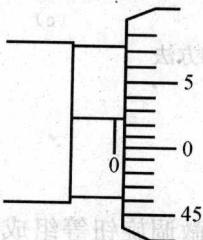
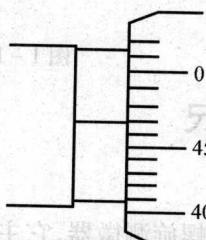

图 1-13 零误差为正误差
图 1-14 零误差为负误差
(1) 千分尺的精度。千分尺是利用直线距离转化为角位移的原理制成的。主尺上的固定刻度的最小分度值为0.5mm,螺旋尺即可动刻度共有50个分度,当可动刻度尺旋转一周时,它在主尺上前进或后退一个刻度0.5mm,则可动刻度每转过一个分格时,可动小砧前进或后退0.01mm,所以它测量的长度可达到精度为0.01mm。
(2) 千分尺的使用及读数方法。将待测物放在两小砧之间,然后用旋钮将被测物紧固,再用微调旋钮调整,直至发出三响“嘀嗒”声后读数。先读固定主尺读数,要读出整毫米刻度,注意有无半毫米刻度出现,再读出固定刻度上的水平线对应的可动刻度尺上的读数(要有估读数据),将此数乘以0.01后与固定刻度上的读数相加即得到最后读数。
(3) 千分尺的零误差。当千分尺的两小砧靠在一起时,如果尺的读数不为零,则此时的读数称为它的零误差。如图1-13所示的零误差为正误差(0.024mm);如图1-14所示的零误差为负误差($0.470\text{mm} - 0.500\text{mm} = -0.030\text{mm}$)。